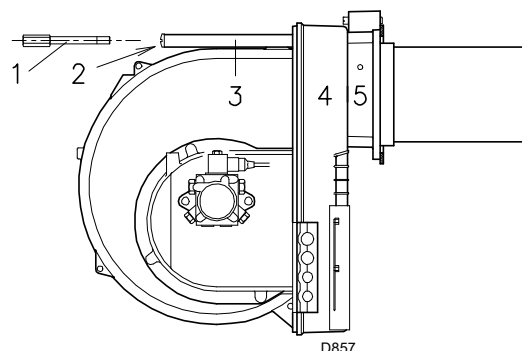

Fig. 15
- Remonter ensuite le brûleur 4)(Fig. 15) sur les glissières 3) et le faire glisser jusqu'à la bride 5), en le soulevant légèrement pour éviter que le disque de stabilité de la flamme bute contre l'embout.
- retirer les écrous 1)(Fig. 15) et le disque 2).